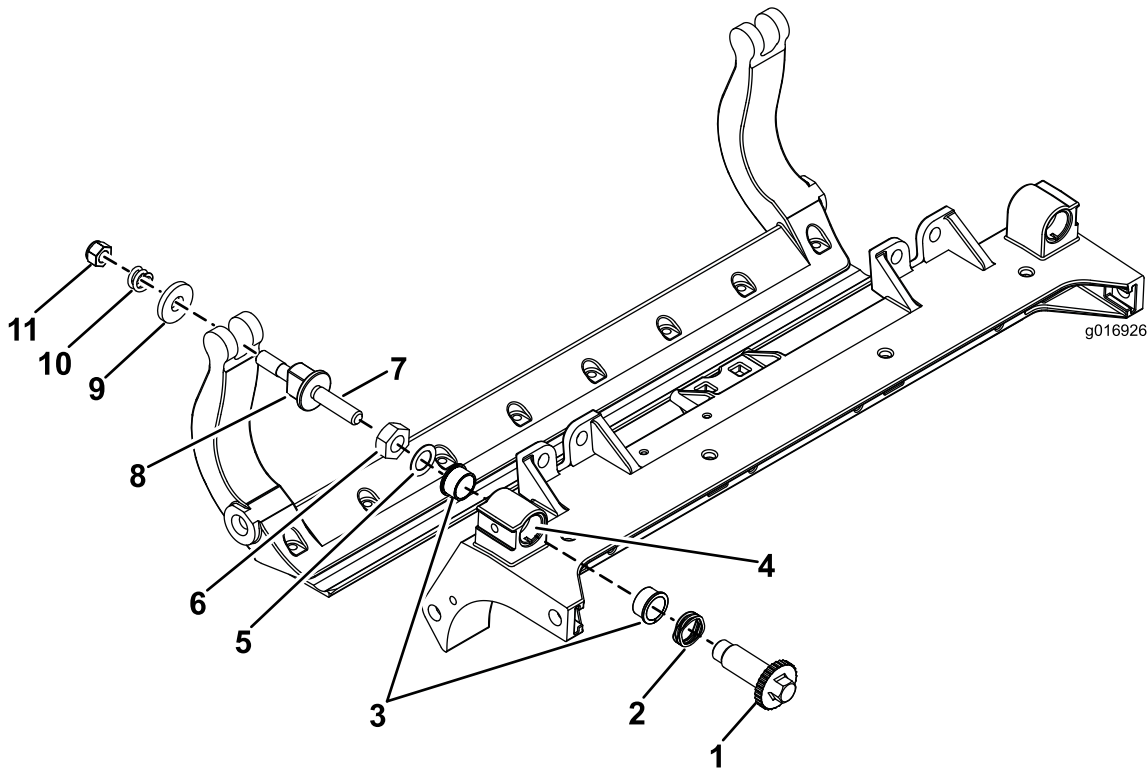

图33
1. 拆除所有零件请参阅 HD DPA 套件型号 120-7230 安装说明和图33。
2. 将防粘剂涂抹到滚刀组承载架的轴套区内侧图33。
3. 将凸缘轴套上的键与机架的槽对准然后安装轴套图33。
4. 将一个波形垫圈安装到调节器轴上然后调节器轴滑入滚刀组机架中的凸缘轴套内图33。
5. 使用扁平垫圈和锁紧螺母固定调节器轴图33。上紧锁紧螺母扭矩至 2027N·m。
注意 将尼龙垫圈放在侧板凸起的两侧。在两个尼龙垫圈的外侧各放一个钢垫圈图33。